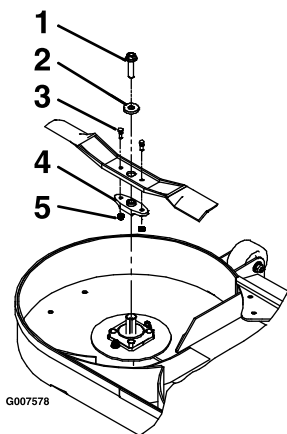

Figure 65
3. Déposez la lame, la rondelle et le boulon de lame qui fixe la lame et son dispositif d'entraînement (Figure 65).
4. Déposez le dispositif d'entraînement de la lame existante (Figure 65).
1. Posez le dispositif d'entraînement sur les lames neuves avec les boulons de cisaillement et les contre-écrous (Figure 65).
3. Posez la lame, la rondelle et le boulon de lame sur l'axe (Figure 65).